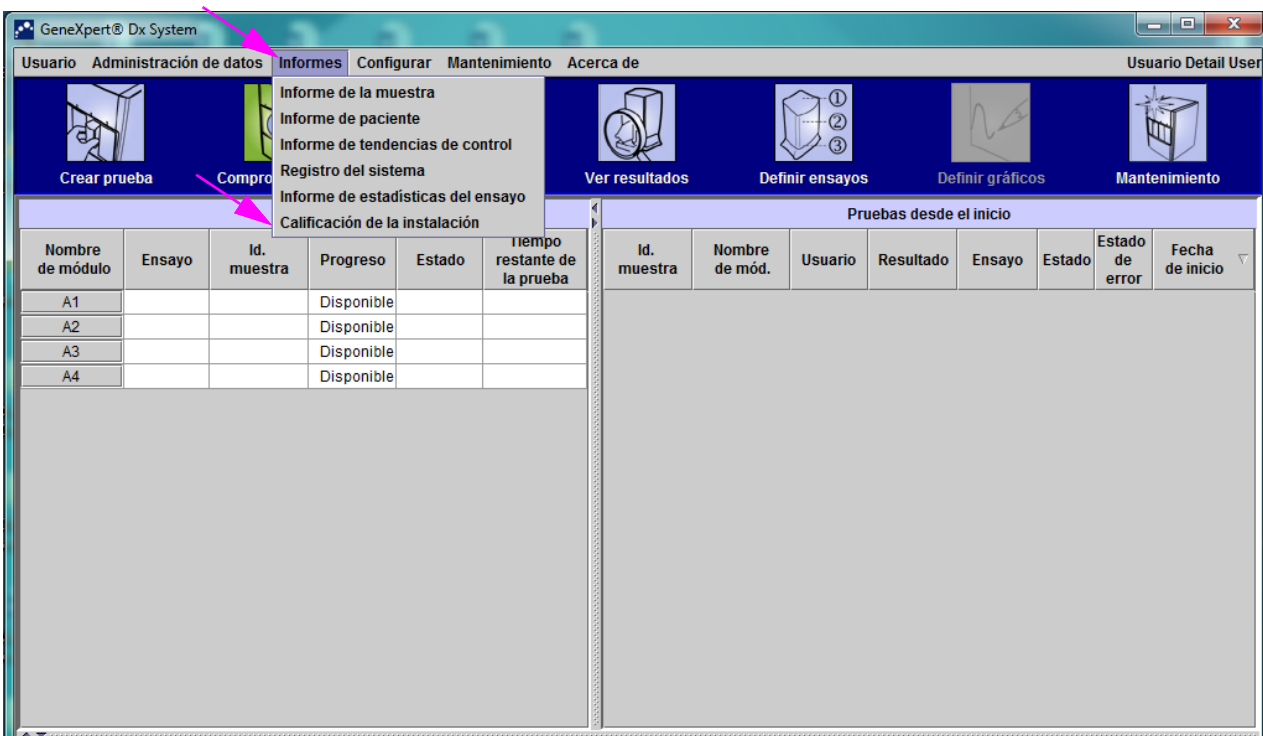

Figura 2-88. Ventana GeneXpert Dx System con el menú desplegable Informes y la opción de calificación de la instalación
1. En la ventana GeneXpert Dx System, en el menú **Informes**, haga clic en **Calificación de la instalación**. Consulte la figura 2-88.